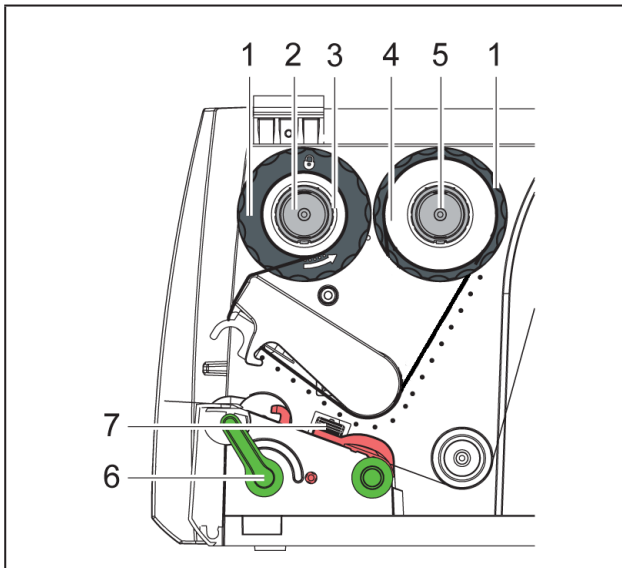

Abbildung 10 Transferfolienlauf
- 5 Position des Randstellers auf dem Aufwickler an Breite des Folienkerns (3) anpassen und Folienkern auf den Aufwickler (2) schieben.
- 6 Transferfolie wie in Bild 10 durch die Druckmechanik führen.